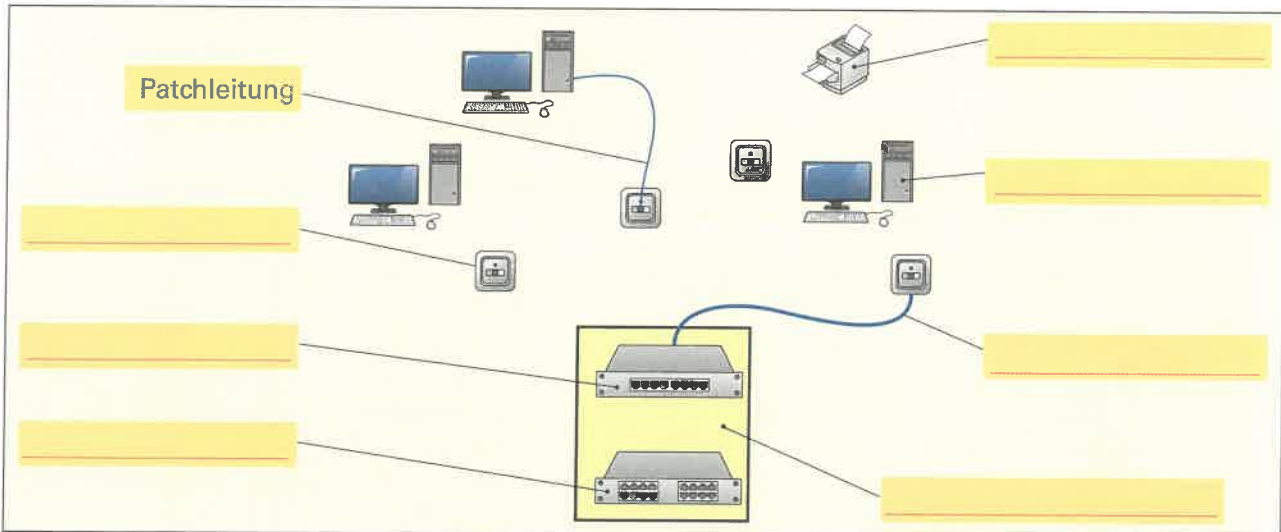

Bild 3: Bestandteile eines lokalen Netzwerkes (LAN)
2. Zeichnen Sie in **Bild 3** die fehlenden Verbindungen ein und beschriften Sie die Bestandteile für das LAN.